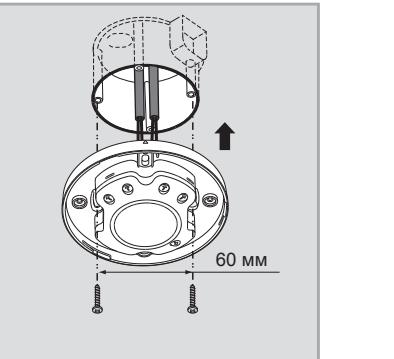
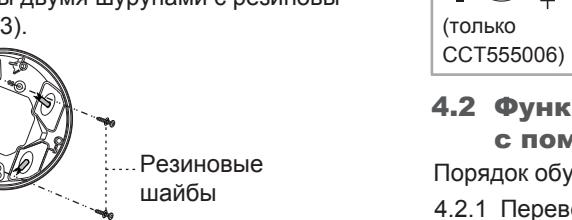

Рис. 8
Рис. 13
- 3.4.3.3 Выберите соответствующие выбивные отверстия для закрепления распределительной коробки на поверхности потолочной плиты двумя шурупами с резиновыми шайбами (см. рис. 13).
- 3.4.3.4 См. правильное подключение проводки на схемах подключения (см. рис. 5). В крепящей пластине имеется квадратное отверстие. При установке крепящей пластины в распределительную коробку приложите паз к выступу распределительной коробки (см. рис. 8), а затем установите головную часть датчика в силовую коробку согласно рис. 13 и закрепите 4 невыпадающими винтами из комплекта поставки.